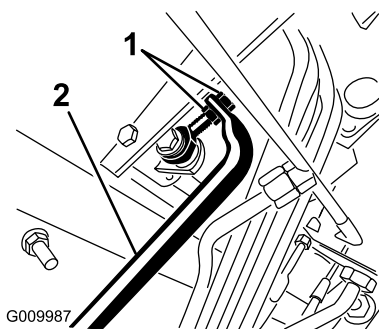

Bild 90
- Stellen Sie die Bundmutter am Pumpenstangenende ein, um die Pumpensteuerungsstange nach vorne zu verschieben, um ein Verschieben nach vorne zu vermeiden, oder um die Pumpensteuerungsstange nach hinten zu verschieben, um ein Verschieben nach hinten zu vermeiden (**Bild 90**).